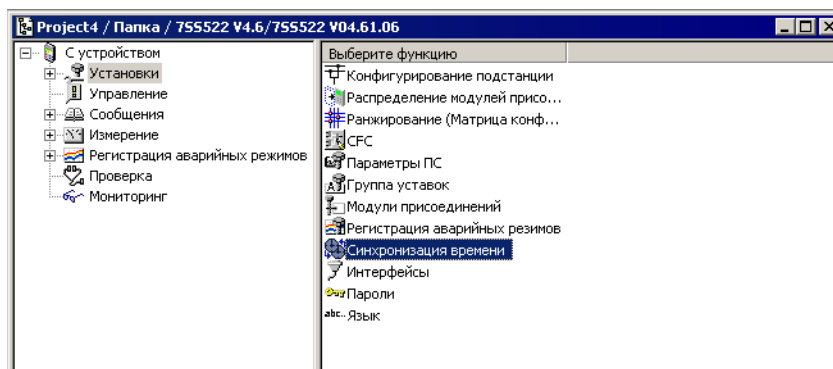

рис. 6-26 Выбор функции синхронизации времени
- Если вы хотите изменить сдвиг времени или выдержку времени для выдачи сигнала неисправности часов, выберите элемент **Установки** (рис. 6-26, стр. 260). Группы уставок появятся в перечне функций.